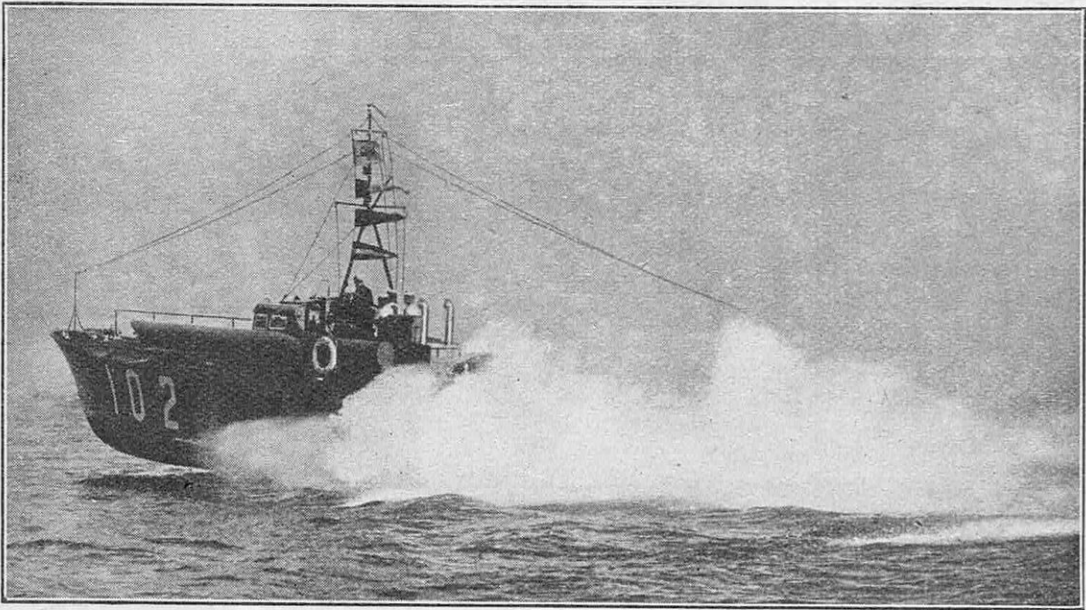

FIG. 9. — VEDETTE RAPIDE ANGLAISE « MTB-102 »
*Remarquer l'élévation sensible du franc-bord des vedettes récemment construites : à l'avant et à l'arrière, sur deux circulaires, sont installées deux paires de mitrailleuses légères contre avions. L'équipage des MTB comporte normalement : deux officiers et cinq mécaniciens, matelots et radio. On remarquera à l'arrière les « cuillères » rabattues destinées à guider les torpilles au delà du tableau arrière de l'embarcation, lors d'un lancement. En temps normal, ces cuillères sont repliées sur le pont. Cette vedette lance ses torpilles par l'arrière. Les plus récents modèles portent deux tubes lance-torpilles sur le pont (fig. 9).*